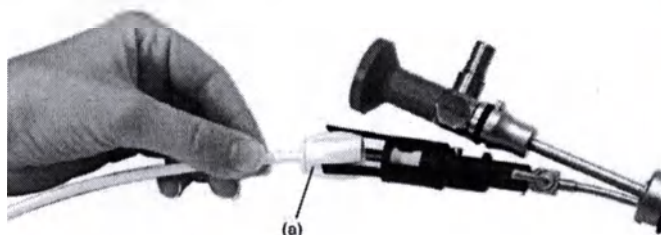

Figure 18: Извлечение лазера GreenLight
1. Аккуратно оттянуть вниз белый шарик (a) и полностью вытянуть лазер из направляющей (см. Рисунок 18). Если направляющая не используется, вытянуть лазер из рабочего порта.